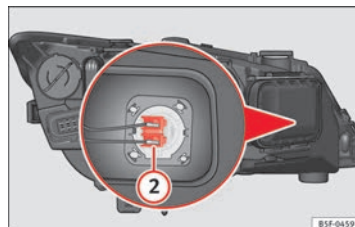

Fig. 190 Lámpara de luz de carretera.
- Presione lateralmente el conector ⇒ fig. 190 ② a la izquierda o derecha y tire.